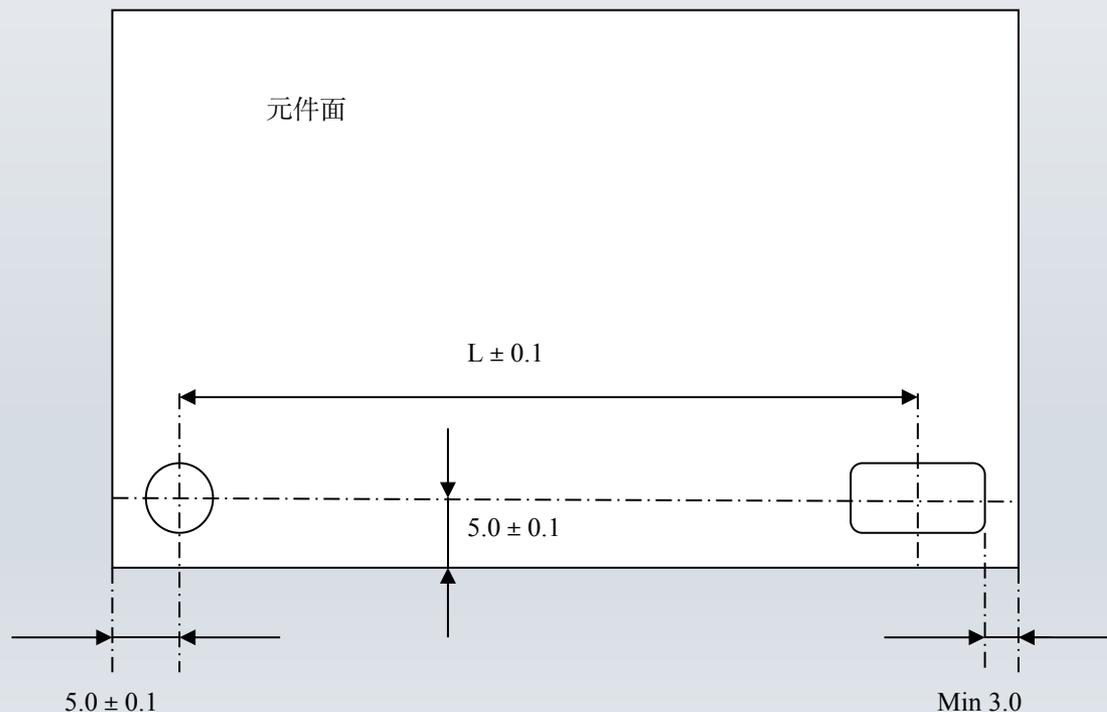

图 4
1. 采用电插的印制板应在最长的一条边上设置主副两个电插定位孔。如图4所示（元件面）。其中左下角为主定位孔，孔径为 $\text{Ø}3.0\text{mm}$ ；右下角为副定位孔，其孔径尺寸应为 $\text{Ø}3.0\text{mm}$ 的鹅蛋形定位孔。